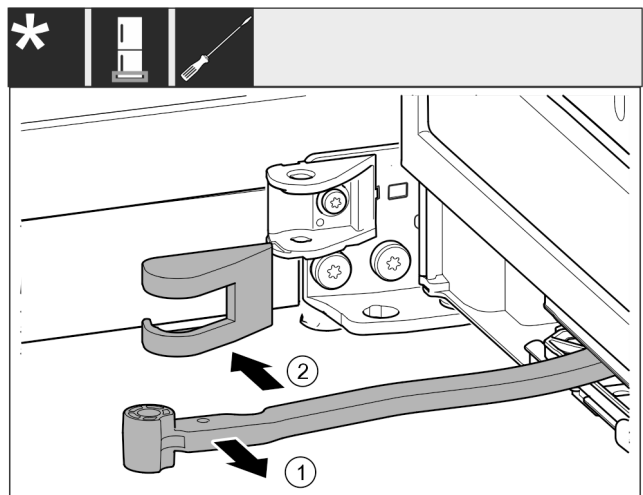

Fig. 16
- ▶ Vrid leden mot dörren. Fig. 16 (1)
- ▶ Ta bort lagerbocksskyddet. Fig. 16 (2)